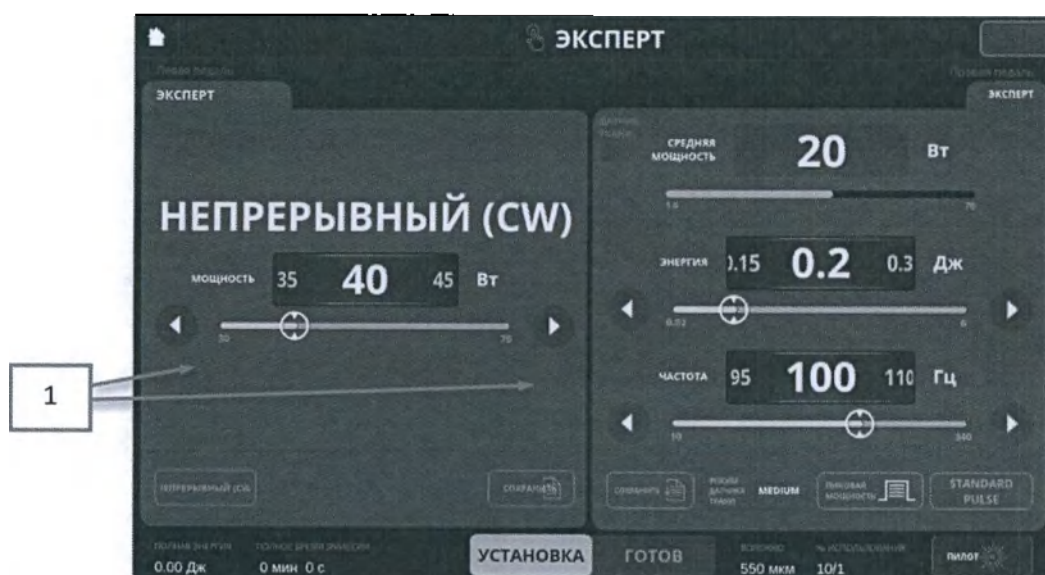

Рис. 21 - Экран установки параметров лазерного излучения для режима «Эксперт»: непрерывный режим
Для непрерывного режима работы Аппарата предусмотрена настройка выходной мощности в диапазоне от 30 до 40 Вт с шагом 1 Вт (для варианта исполнения Urolase+) и от 30 до 70 Вт с шагом 1 Вт (для Urolase+ Premium) с помощью нажатия шаговых стрелок (1) (Рис.21).